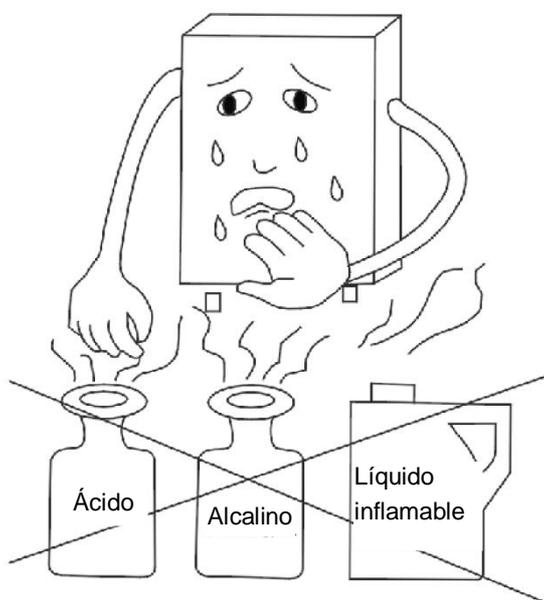

Fig. 13
- No coloque objetos inflamables, como toallas o paños, sobre la salida de drenaje de aire o la entrada de aire (Fig. 13).